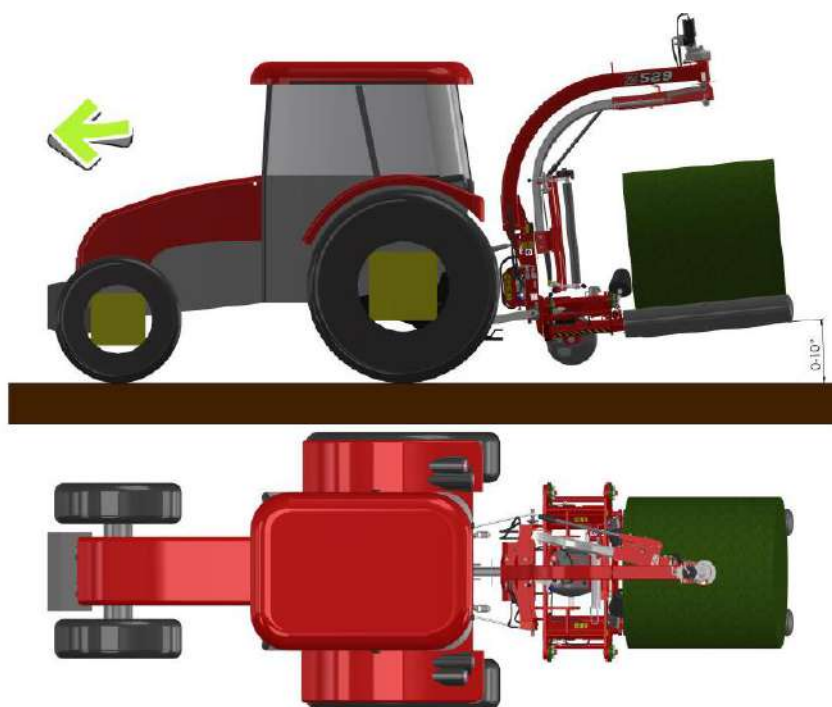

рисунок 17. Положение во время обмотки рулона
4. Поднимите обмотчик в положение для обматывания (рис. 17). Нажмите кнопку **START/STOP**, чтобы начать автоматически процесс обматывания. После завершения операции обматывания пленка автоматически будет отрезана. Выгрузка рулона должна выполняться вручную, удерживая кнопку.